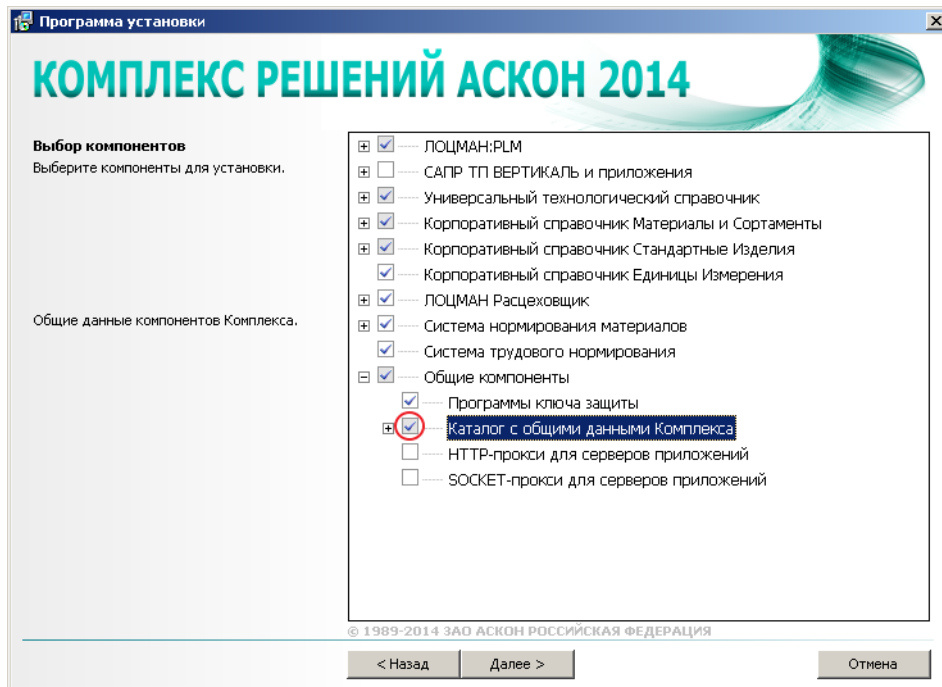

Рис. 3.10.
- ▼ вернитесь к этапу выбора компонентов и выключите компонент **Каталог с общими данными Комплекса** в дереве программных продуктов (рис. 3.10);